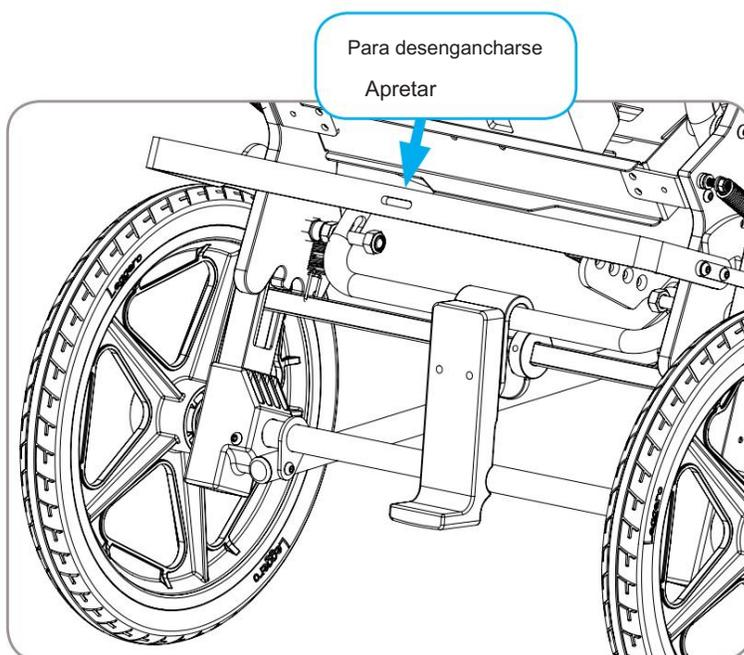

Figura 3
3. Para desactivar los bloqueos de las ruedas, presione hacia abajo el centro de la barra transversal con el pie. Referencia Figura 3.